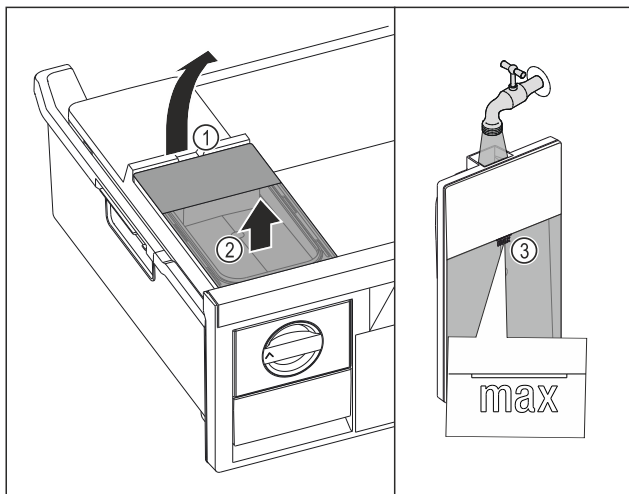

Fig. 42
- ▶ Løft vannbeholderen ved utsparingen Fig. 42 (1).
- ▶ Løft vannbeholderen ut av skuffen. Fig. 42 (2)
- ▶ Fyll vanntanken med vann opp til markeringen Fig. 42 (3).